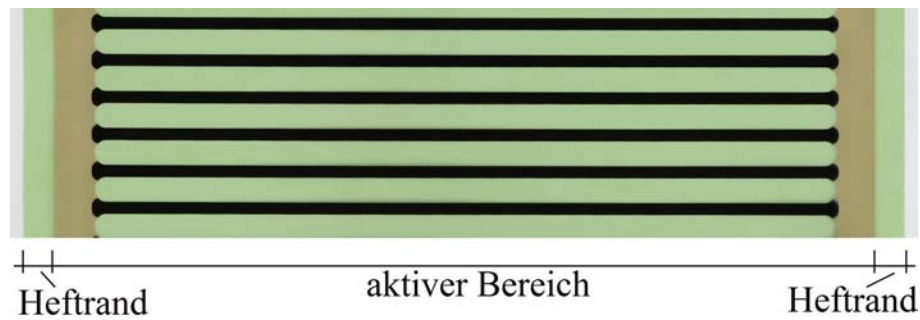

Abbildung 1.1: aktive Breite
- Die Heizfolie darf im aktiven Bereich (siehe Abbildung 1.1) nicht beschädigt werden.